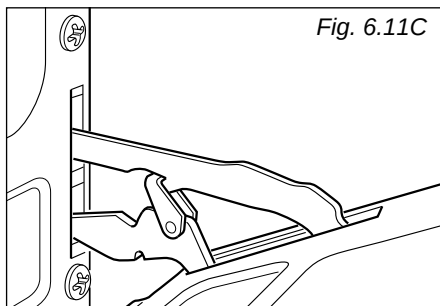

Fig. 6.11C
- En entrouvrant doucement la porte, décrocher et extraire la broche inférieure des charnières de leur emplacement (fig. 6.11C).